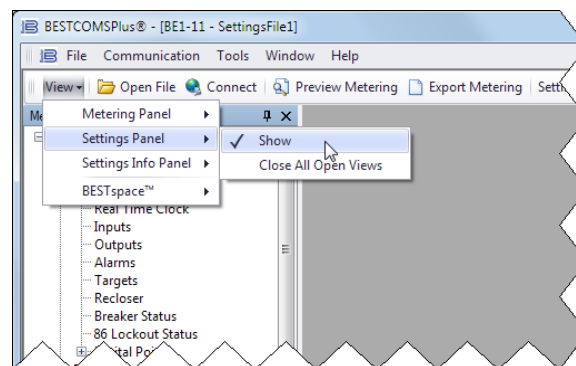

Figura 2-8. Botón desplegable Ver
Haga clic en el botón desplegable Ver para cambiar entre el Explorador de ajustes y el Explorador de mediciones o dividir la vista entre ambos. El Panel de información de ajustes muestra los rangos de los ajustes. El espacio de trabajo se puede abrir, guardar o configurar como predeterminado. Consulte la Figura 2-8.
- Paso 4: Haga clic en el botón desplegable Ver y desmarque Mostrar panel de mediciones y Mostrar información de ajustes. Consulte la Figura 2-8. Esto maximiza el espacio de trabajo de los ajustes.